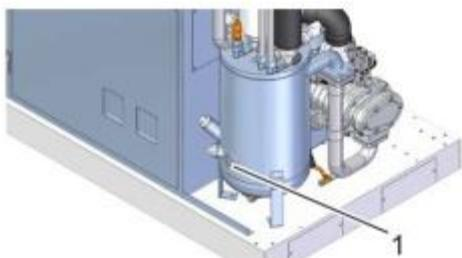

Рис. 32: Смотровое стекло
4. ➤ Проверьте уровень жидкости через смотровое стекло (Рис. 32/1).